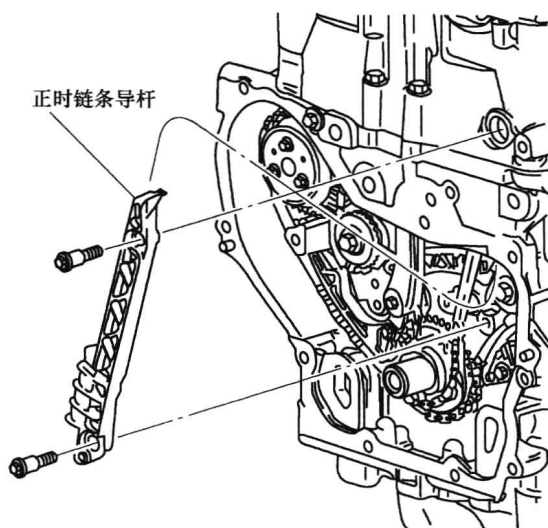
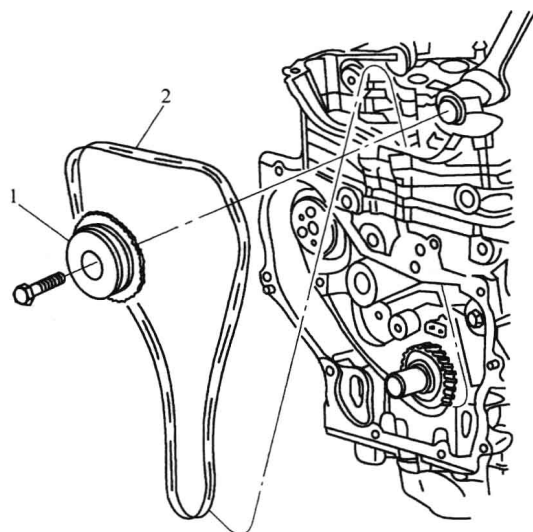

图 1-7 拆下固定正时链条导杆
图 1-8 进气凸轮链条轮和正时链条通过气缸盖的顶部
(14) 拆下固定正时链条导杆螺栓。
(15) 拆下固定正时链条导杆, 如图 1-7 所示。
(16) 定位进气凸轮轴的六角头部位并用扳手保持。
(17) 拆下进气凸轮链条轮螺栓, 进气凸轮链条轮和正时链条通过气缸盖的顶部, 如图 1-8 所示。